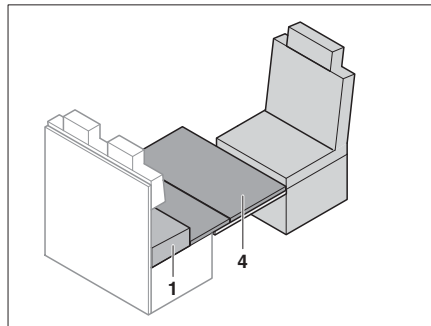

Bild 172 Notbettunterlage auflegen
- Notbettunterlage (Bild 172,4) auf den Tisch legen. Die vordere Kante der Notbettunterlage dabei direkt an den Fahrersitz anlegen.